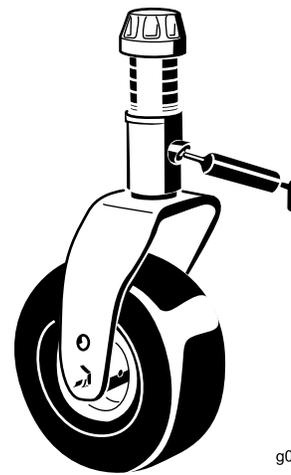

Figura 47
- 1 boccia dell'albero della forcella della ruota orientabile (Figura 47)